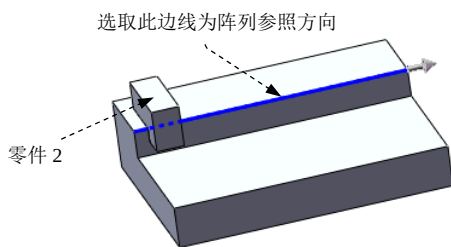

图 4.5.2 选取阵列参考方向
Step3. 确定阵列方向。在图形区选取图 4.5.2 所示的边为阵列参考方向，然后在“线性阵列”窗口的 **方向1** 区域中单击“反向”按钮。
Step5. 定义要阵列的零部件。在“线性阵列”窗口的 **要阵列的零部件(O)** 区域中单击 **选择** 后的文本框，选取图 4.5.2 所示的零件 2 作为要阵列的零部件。